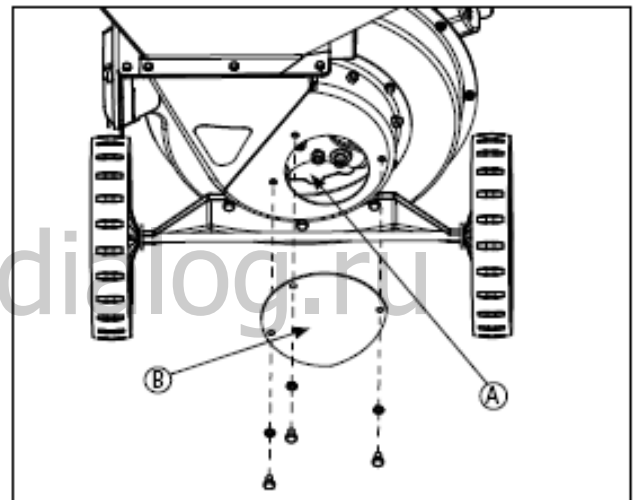

РИСУНОК 9 – Проверка / вращение молоточков измельчителя
2. Извлеките маленькую круговую панель (B) от задней стенки корпуса измельчителя. **СМ, РИСУНОК 9**
3. проверьте режущую кромку треугольных молоточков (A) и J-образных молоточков (A). **СМ. РИСУНКИ 9 и 10**